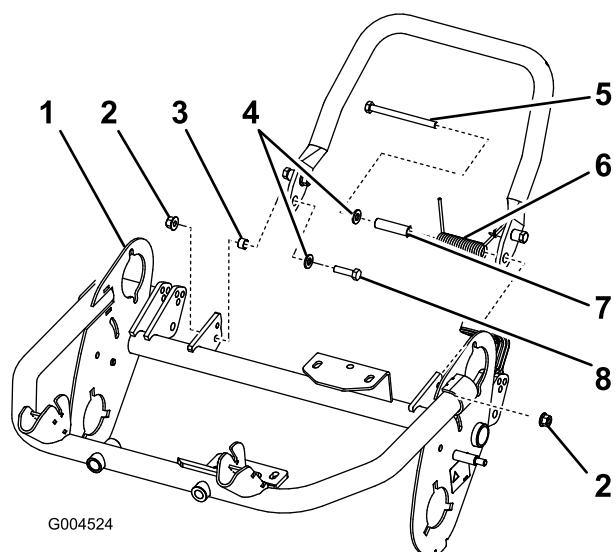

図 9
- 小さいボルト (M8-1.25 x 030) にワッシャ (M8) を通す。このボルトとワッシャ、小さいスペーサおよびロックナット (M8-1.25) を使って、キックスタンドの右側をフレームに固定する (図 9)。ボルトはフレームの内側から外側に向かって使うこと ; 参照図 9。
**重要** スプリングを取り付けるとき、スプリングの片方の端が後フレームの下側にくるようにする (図 9)。
- ボルトとワッシャ、大きいスペーサ、スプリングおよびロックナット (M8-1.25) を使って、キックスタンドの左側をフレームに固定する (図 9)。ボルトはフレームの内側から外側に向かって使うこと ; 参照図 9。